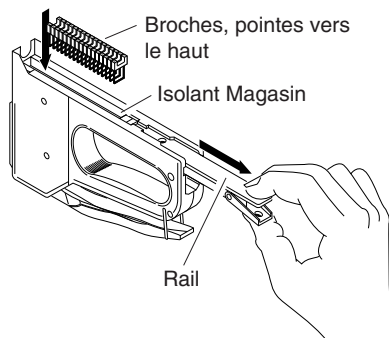

Figure 4
2. Retournez le StrapGun^{MC} à l'envers. À l'arrière de l'outil, appuyez sur le loquet à l'extrémité du magasin (voir la Figure 4). Faites glisser le rail en dehors du magasin, jusqu'à ce qu'il s'arrête (voir la Figure 4).
3. Insérez des broches dans le magasin. Assurez-vous que l'isolant est placé sur le dessus (voir la Figure 4).